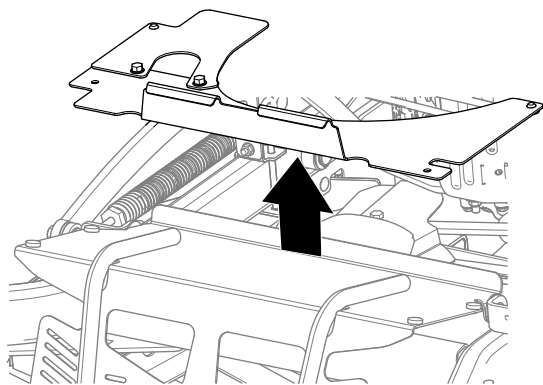

Figura 35
3. Retire a extensão da proteção da máquina (Figura 35).